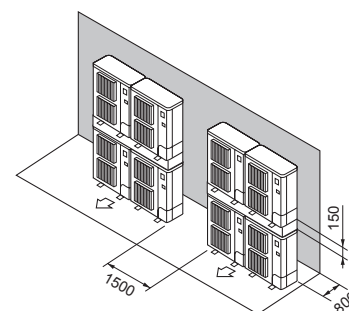

Fig. 2-19
- ⑦ Disposição de unidades sobrepostas (Fig. 2-19)